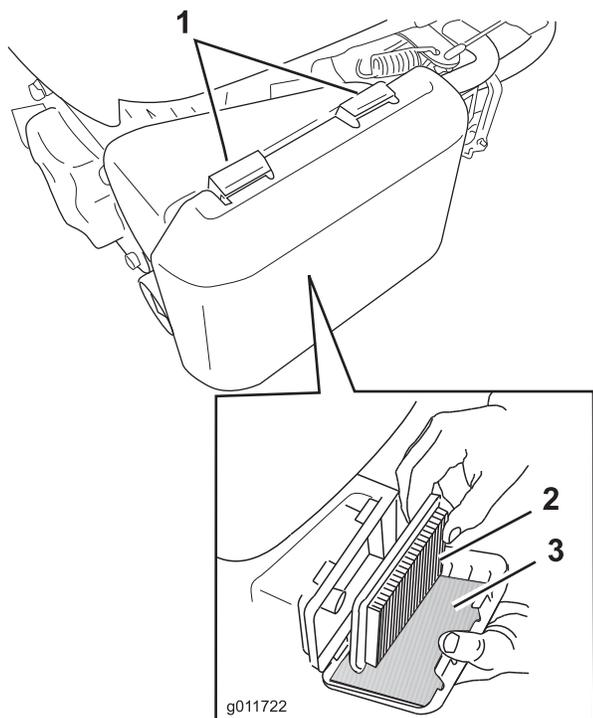

Figure 19
1. Appuyez sur les languettes de verrouillage en haut du couvercle du filtre à air (Figure 19).
3. Retirez l'élément en papier et le préfiltre en mousse (Figure 19).